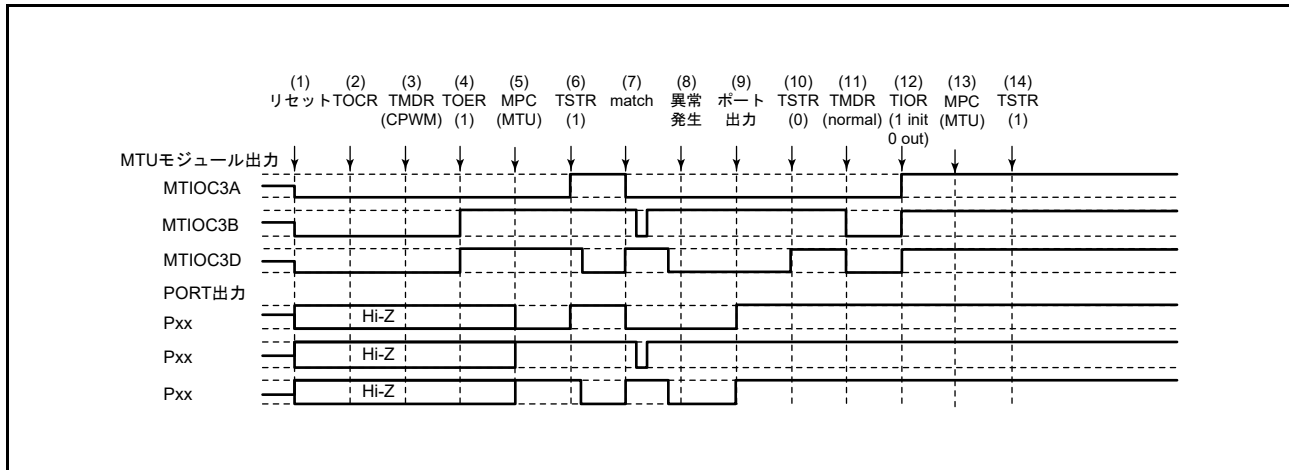

図 22.147 相補 PWM モードで異常が発生し、ノーマルモードで復帰する場合
相補 PWM モードで異常が発生し、再設定後ノーマルモードで再スタートする場合の説明図を図 22.147 に示します。
(1) ~ (10) は図 22.147 と共通です。
(11) PWM モード 1 を設定してください (MTU 出力は Low となります)。
(12) TIOR レジスタで端子を初期化してください。なお、PWM モード 1 では MTIOCnB (MTIOCnD) 端子に波形が出力されません。出力すべきレベルがある場合は、I/O ポートのポート方向レジスタ (PDR)、ポート出力データレジスタ (PODR) で汎用出力ポートの設定をしてください。
(13) MPC と I/O ポートのポートモードレジスタ (PMR) で MTU 出力としてください。
(14) TSTR レジスタで再スタートします。
(11) MPC と I/O ポートのポートモードレジスタ (PMR) で MTU 出力としてください。
(12) TSTR レジスタで再スタートします。
(13) コンペアマッチの発生により相補 PWM 波形を出力します。
- (11) ノーマルモードを設定し新しい設定値を設定してください（MTU 出力は Low となります）。
- (12) TOER レジスタで MTU3、MTU4 の出力を禁止してください。
- (13) TOCR レジスタで相補 PWM モードの出力レベルと周期出力の許可 / 禁止を選択してください。
- (14) 相補 PWM モードを設定します。
- (15) TOER レジスタで MTU3、MTU4 の出力を許可してください。
- (16) MPC と I/O ポートのポートモードレジスタ（PMR）で MTU 出力としてください。
- (17) TSTR レジスタで再スタートします。
(11) ノーマルモードを設定してください (MTU 出力は Low となります)。
(12) TOER レジスタで MTU3、MTU4 の出力を禁止してください。
(13) TOCR レジスタでリセット同期 PWM モードの出力レベルと周期出力の許可 / 禁止を選択してください。
(14) リセット同期 PWM モードを設定します。
(15) TOER レジスタで MTU3、MTU4 の出力を許可してください。
(16) MPC と I/O ポートのポートモードレジスタ (PMR) で MTU 出力としてください。
(17) TSTR レジスタで再スタートします。